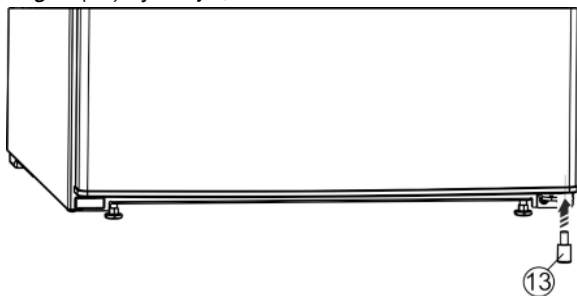

Fig. 9
- ▶ Distanční vložku Fig. 9 (13) opět vsadte vpravo dole do dveří; je důležitá pro stabilitu přístroje.